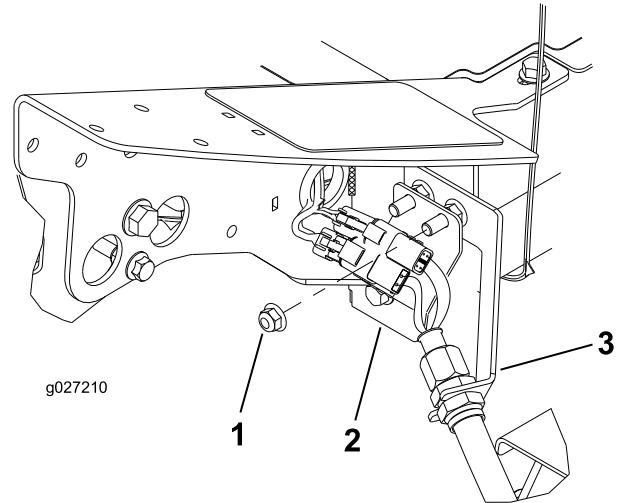

Bild 11
1. Spindelantriebsmotor 2. Befestigungsschraube (2)
3. Setzen Sie die Anschlussplatte so auf die Befestigungsschrauben des Schotts, dass die Anschlüsse, wie in Bild 11 abgebildet, positioniert sind.
1. Entfernen Sie an der linken Vorderkante des Rahmens (Schneideinheit Nr. 4) die zusätzliche Bundkopfmutter an der Schraube, mit der die Schotthalterung an der Maschine befestigt ist (Bild 11).